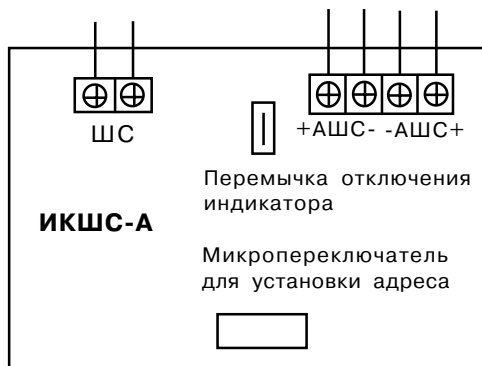

Рис. 27 Схема внешних подключений ИКШС-А
На печатной плате расположены контактные колодки для подключения внешних цепей (схема подключения приведена на рис. 27).
- выполните соединения согласно рис.27;